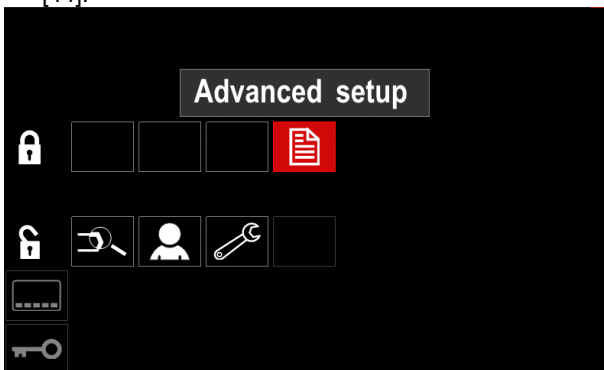

Figura 47.
- Apăsăți butonul din dreapta [36]. Pictograma parametrului ales va dispărea din partea inferioară a afișajului (Figura 47). De asemenea, acest parametru dispăre din bara cu parametri de sudare [44].